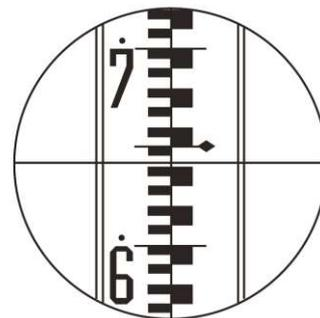

Рисунок 9
- 4.4.1.2. Устанавливайте рейку на каждую из точек. Снимите отсчет по средней нити сетки нитей последовательно на рейке А и рейке В (см Рисунок 9).